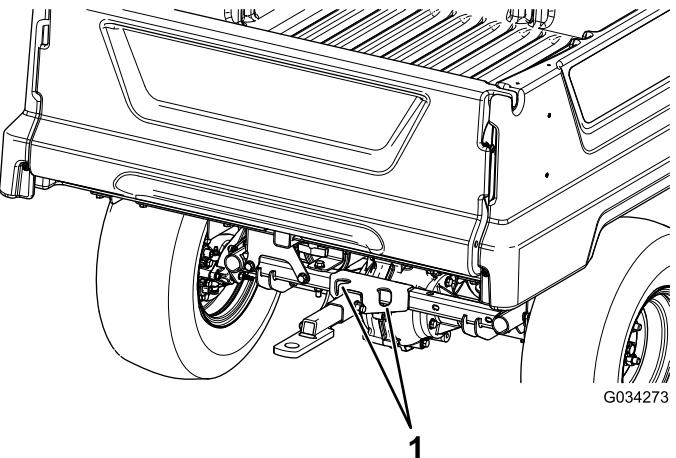
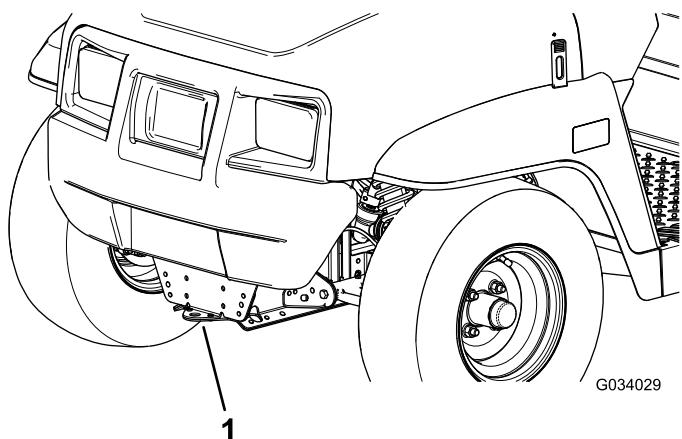

図 21
図 20
長距離を搬送する場合には、機体と同じ幅のランプ板のついたトレーラを使用してください。その場合、車体をトレーラに確実に固定して輸送してください。ロープがけのポイントについては図 20 と 図 21 を参照してください。
- 機体前部にある牽引トングにロープなどの牽引索を取り付ける 図 20。